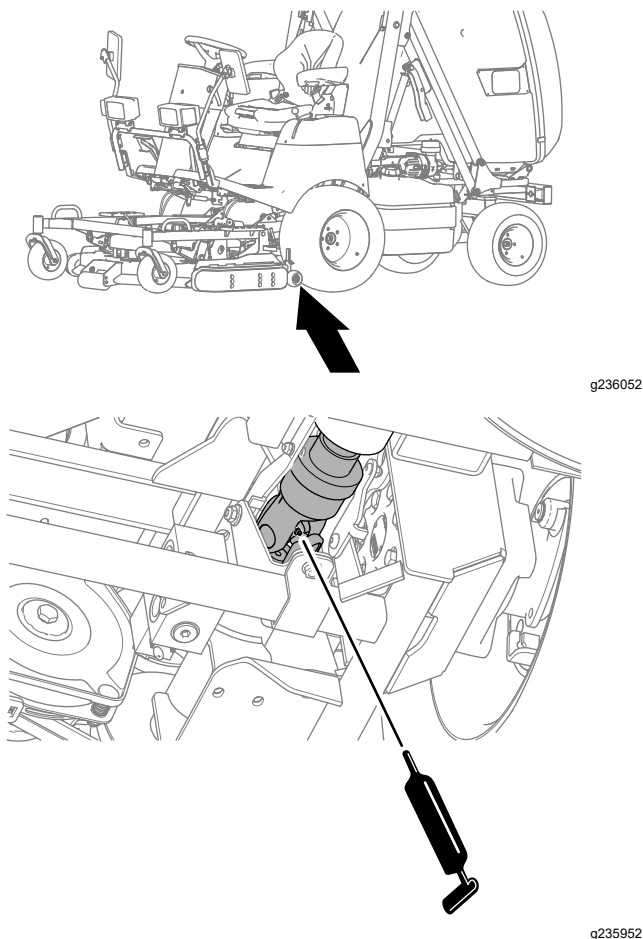

Figura 53
- Junta em U traseira do veio de transmissão na PTO (Figura 53).